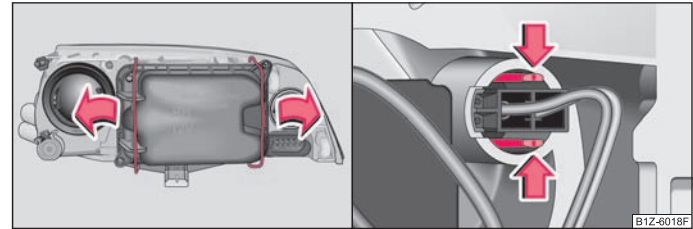

Fig. 148 Demontarea capacului lămpilor de poziție și întâlnire / Demontarea becului luminii de poziție
- Apăsăți mânerul de sârmă în sensul săgeții, într-o parte și demontați capacul ⇒ fig. 148 - stânga.
- Apăsăți elementele de prindere în sensul săgeții și scoateți soclul cu becul luminii de poziție ⇒ fig. 148 - dreapta.